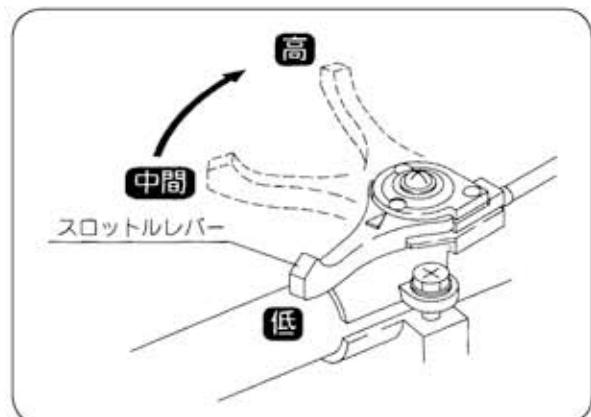

図12
- ② スロットルレバーをゆっくり [低→高] 位置にします。 (図12)